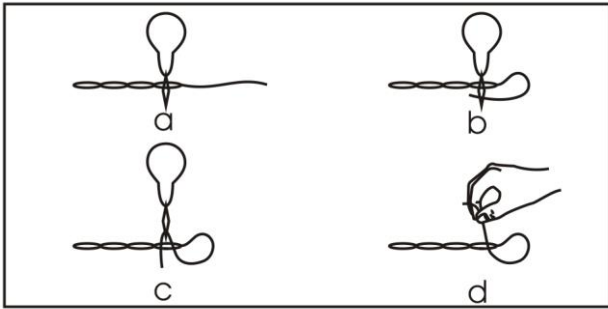

Fig.7
- Retournez le tissu pour travailler sur sa face arrière et guidez les 7,5 cm de fil réservés en respectant les instructions qui suivent et les illustrations correspondantes : Fig. 7